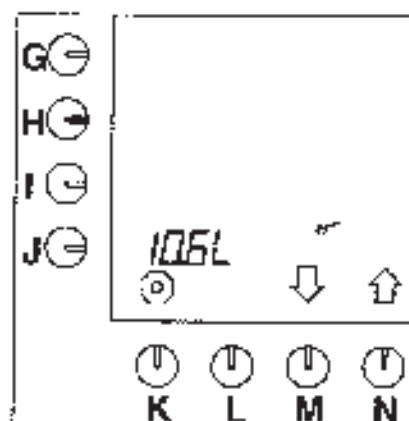

Рис. 20 Общее количество воды
- После введенной PIN кода руководителя рис. 20 появляется на дисплее.